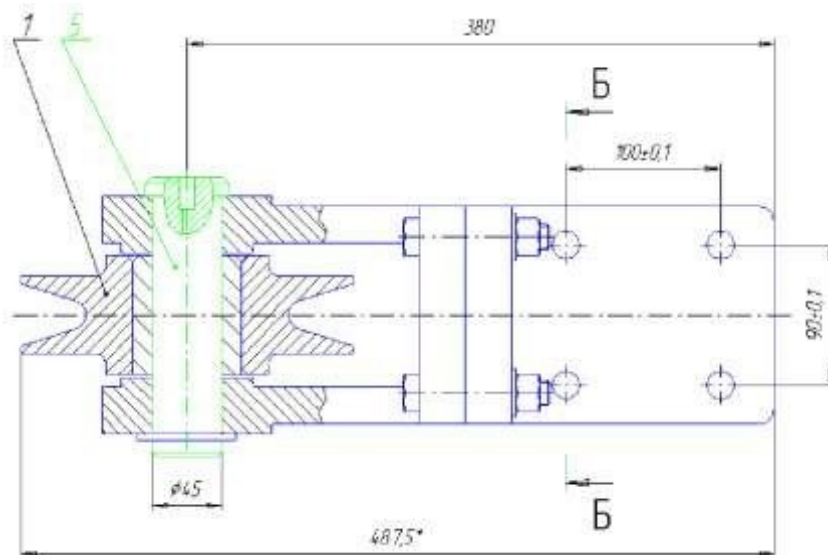

Рисунок 11.9 – Выделение детали Ось
7. На виде сверху выделите деталь **Ось** вместе с обозначением позиции 5 (рисунок 11.9).